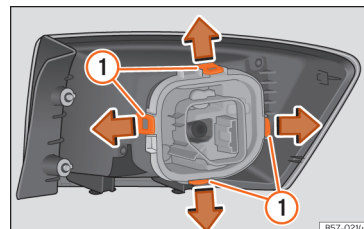

Abb. 115 Befestigungsglaschen Rückseite Heckleuchte.
7. Bauen Sie den Lampenträger aus, indem Sie die Befestigungsglaschen » Abb. 115 ① entriegeln.